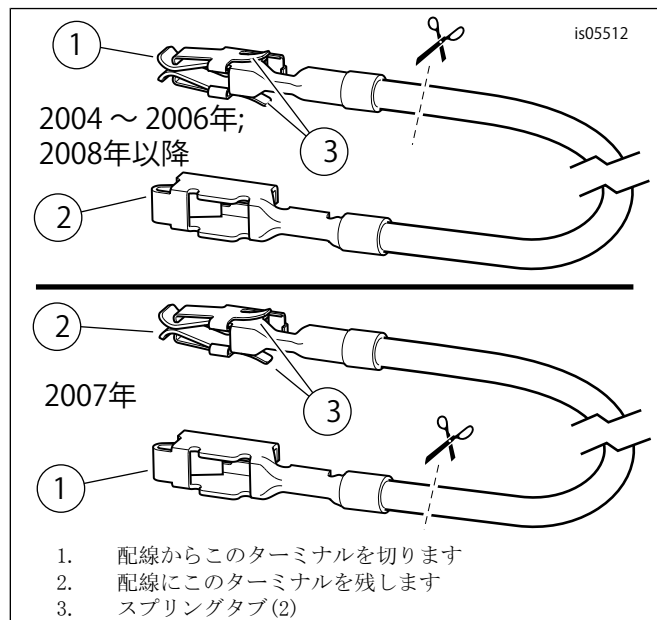

図12。ヒューズブロックアダプター配線 (FL Touring)
2. キットからオレンジ/白ヒューズブロックアダプターワイヤー(15)を取り出します。2004～2006年モデル: それぞれの先端にあるターミナルに注意してください(「図12」の上の図を参照)。スプリングタブのないターミナルのみが、ヒューズのキャビティに適合します。慎重に、スプリングタブ付きターミナルを配線から切り取り、廃棄します。2007年モデル: それぞれの先端にあるターミナルに注意してください(「図12」の下図を参照)。スプリングタブ付きターミナルのみが、ヒューズのキャビティに適合します。慎重に、スプリングタブなしターミナルを配線から切り取り、廃棄します。